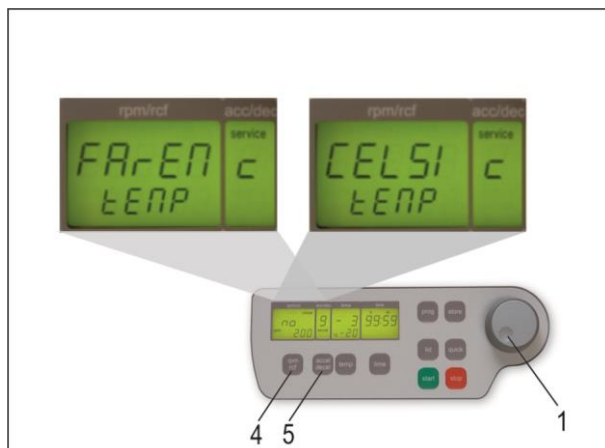

Abbildung 4
Steigen Sie, wie unter Punkt 1.8.1 beschrieben, in das Programm ein. Danach drücken Sie die Taste „accel/decel“ (5). Im Anzeigenfeld „accel/decel“ (A-2) erscheint der Schriftzug „service“. Wählen Sie nun mit dem Einstellregler (1) den Buchstaben „C“. Daraufhin erscheint im Anzeigenfeld „rpm/rcf“ (A-1) der Schriftzug „CELSI/temp“ (siehe Abbildung 4, rechter Display). Wenn Sie jetzt die Taste „rpm/rcf“ (4) drücken, blinkt der Schriftzug „CELSI“ im Anzeigenfeld „rpm/rcf“ (A-1) und mit dem Einstellregler (1) können Sie die Anzeige auf Fahrenheit „FAREN“ umstellen (siehe Abbildung 4, linker Display).